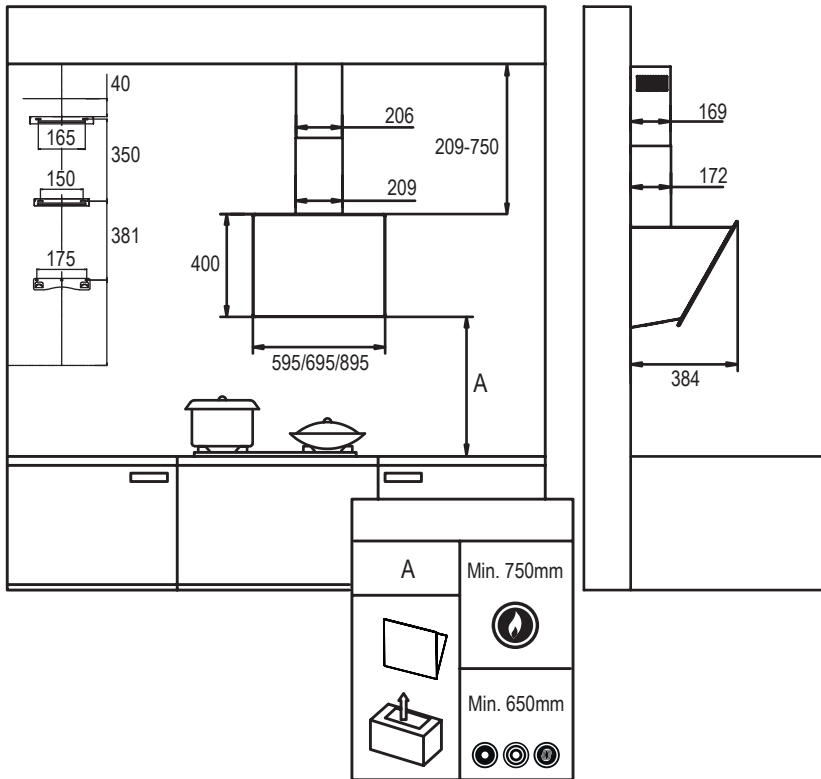

Fig. 3
- Método de instalación para tubos de 150 mm de diámetro: inserte la válvula antirretorno (8) como se muestra en la (Fig. 3) y fije el tubo.
- Método de instalación para tubos de 120 mm de diámetro: inserte la válvula antirretorno (8) como se muestra en la imagen y fije un convertidor antes de colocar el conducto.